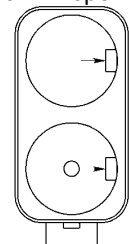

Рисунок 3. Батарейный отсек
3.4.1. При разряде элементов питания, необходимо установить новые элементы питания (2 шт.) типоразмера D в отсек батарейный 14 (см. рис.8), в соответствии с полярностью, указанной на внутренней стороне крышки отсека. Признаком разряда элементов питания служит отсутствие или значительное ослабление искровых разрядов между свечой и горелкой после начала протекания воды через аппарат (с расходом не менее 2,5 л/мин). Для открытия крышки батарейного отсека необходимо повернуть ручку крышки в положение «ON». Для выемки разряженных элементов питания необходимо отогнуть удерживающие прижимы (показано стрелками на рис.3).